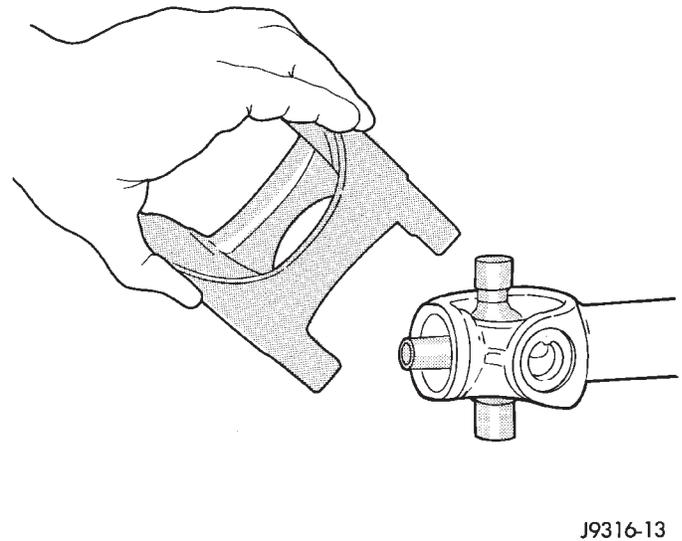

Abb. 31 Doppelgabel einbauen
- (7) Doppelgabel an den beiden übrigen Zapfen einbauen und die beiden Lagerdeckel gemäß vorstehender Anleitung einpressen (Abb. 31).
- (8) Sicherungsringe einbauen.